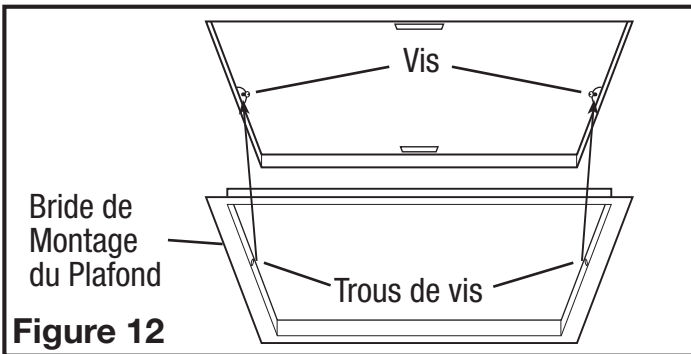

Figure 12
REMARQUE : Si la bride de montage est installée sur le boîtier du ventilateur, enlevez les deux vis qui relient la bride de montage du plafond au boîtier et mettez de côté (Figure 12).
4. Installez la bride de montage au plafond pour couvrir tous les espaces qui existent entre le boîtier et le plafond fini. Retirez les deux vis qui relient la bride de montage au boîtier. Placez un scellant (non fourni) sur le bord intérieur de la bride de montage au plafond pour assurer que la bride est scellée au plafond. Alignez les trous de vis dans la bride de montage au plafond avec les trous de vis à l'intérieur du boîtier et appuyez la bride en place afin qu'elle soit bien serrée contre le plafond. Réinstallez les vis de la bride de montage à l'intérieur du boîtier (**Figure 12**).